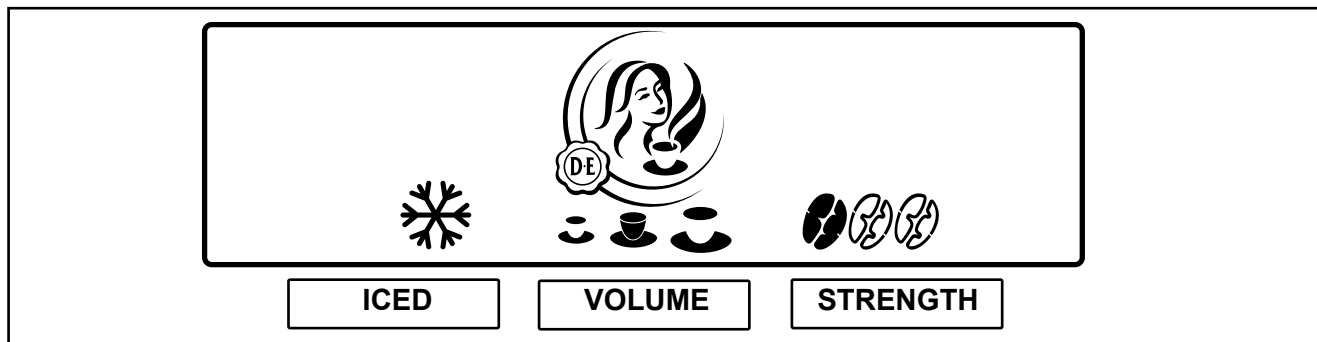

Рис. 15
В автомате предусмотрены возможности предварительного выбора. Они могут быть активированы техником сервисной службы при установке автомата. При нажатии кнопок предварительного выбора на дисплее отображаются следующие символы (Рис. 15):
2. Нажать на кнопку „**ICED**“ („ХОЛОДНЫЙ“), чтобы активировать этот вариант предварительного выбора. На дисплее появляется символ „**ICED**“ („холодный“). (Рис. 15)
2. Нажать на кнопку „**VOLUME**“ („ОБЪЕМ“), чтобы активировать этот вариант предварительного выбора. На дисплее отображаются три чашки (малая - средняя - большая). (Рис. 15)